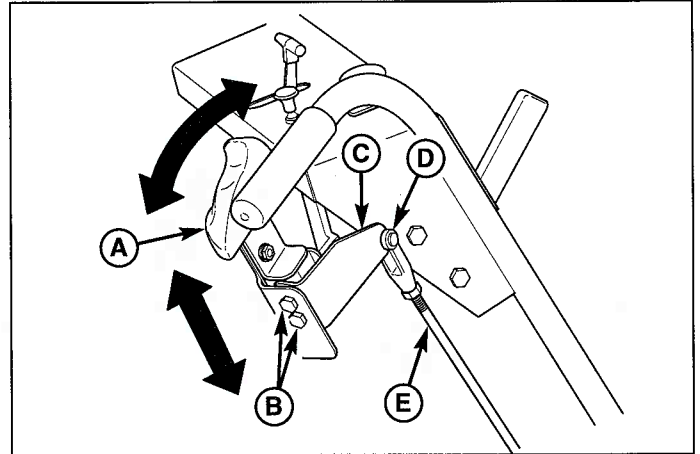

Figure 18. Réglage du levier de commande de la vitesse au sol
1. Desserrer l'attache du levier (B, Figure 18) pour régler la hauteur du levier. S'assurer que les leviers sont parallèles avec les barres des poignées dans les directions avant et arrière sans contacter les barres de poignées.